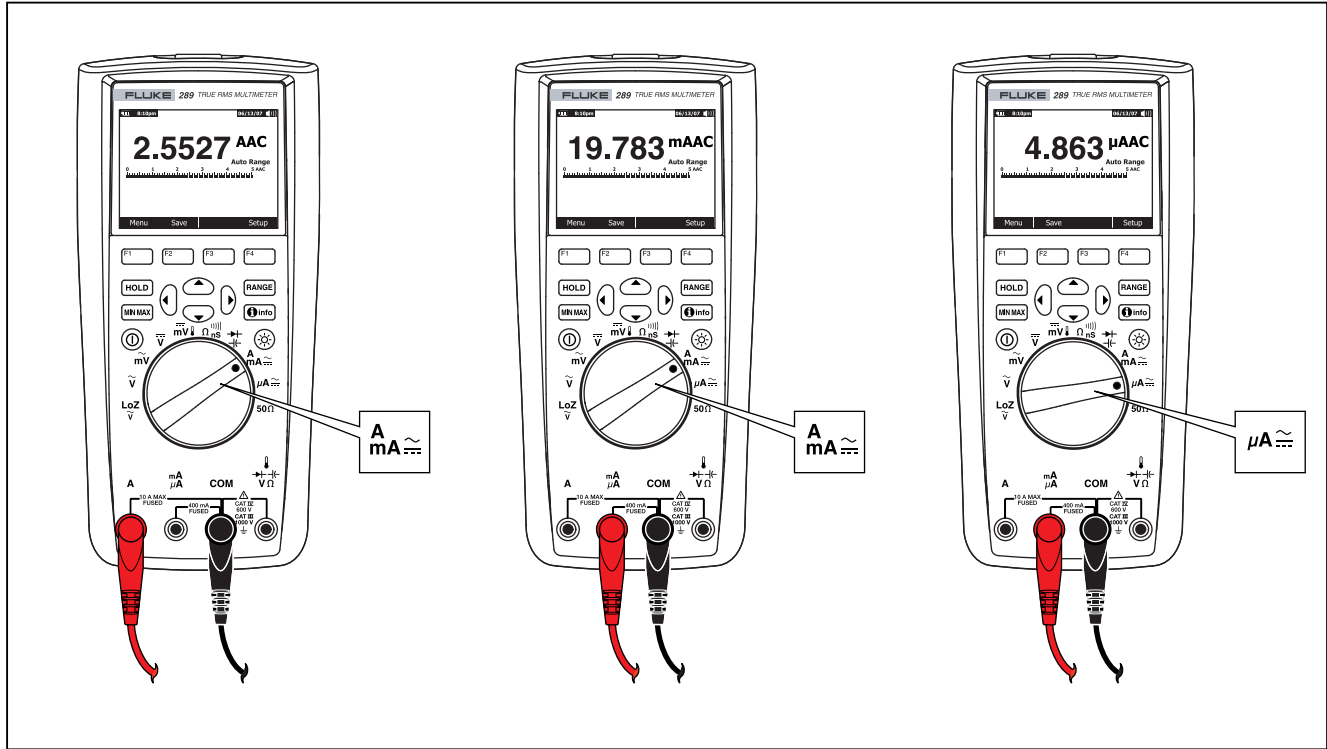

Figure 21. Configuration de mesure de courant
3. Réglez le commutateur rotatif sur $\overset{A}{\text{mA}} \approx$ si vous utilisez la borne A. Si vous utilisez la borne mA/μA, réglez le commutateur rotatif sur $\overset{\mu A}{\text{mA}} \approx$ pour les courants inférieurs à 5 000 A (5 mA), ou $\overset{A}{\text{mA}} \approx$ sur pour les courants supérieurs à 5 000 A. Reportez-vous à la figure 21 pour les branchements des cordons de mesure et la sélection des fonctions. Reportez-vous à la section « Fonction d'alarme en entrée » pour plus de détails sur les alarmes que le multimètre utilise lorsque les cordons ne sont pas utilisés correctement pour les mesures de courant.